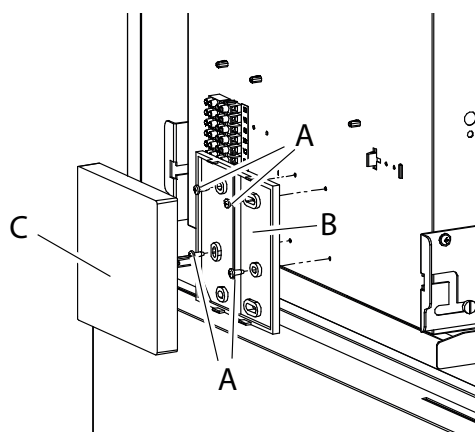

fig. 17 - Installazione comando remoto
Per l'installazione del comando remoto (rif. C fig. 17) a bordo macchina procedere come segue:
- fissare la back cover (rif. B fig. 17) del comando remoto utilizzando le 4 viti (rif. A fig. 17) pre-montate sul quadro elettrico
- agganciare il comando remoto (rif. C fig. 17) alla back cover (rif. B fig. 17) mediante gli appositi pin a incastro